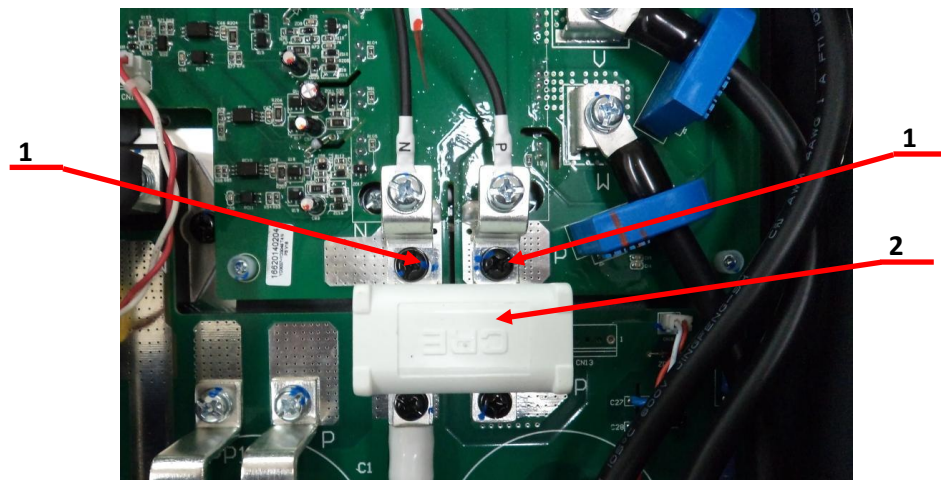

Рис.6.15
6.7.9. Открутить два винта поз.1 (рисунок 6.15) и положить их в тару 3.1.17. Извлечь снаббер поз.2. и положить его в тару 3.1.16.